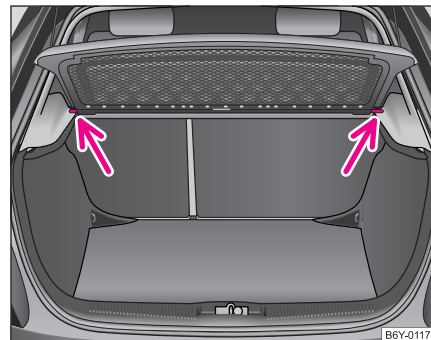

Fig. 59 Desmontaje de la cubierta del maletero
- Extraiga la cubierta horizontalmente hacia atrás de los soportes delanteros ⇒ fig. 59.